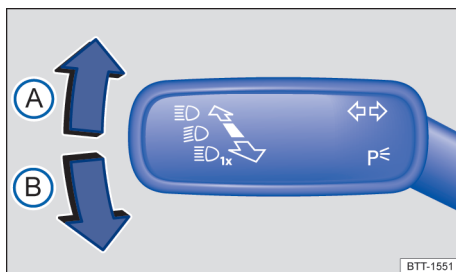

Fig. 84 À esquerda na coluna de direção: alavanca dos indicadores de direção e do farol alto.
- Traga a alavanca dos indicadores de direção e do farol alto da posição central para a seguinte posição → Fig. 84:
- (A) Piscar à direita ➡.
- (B) Piscar à esquerda ➡.